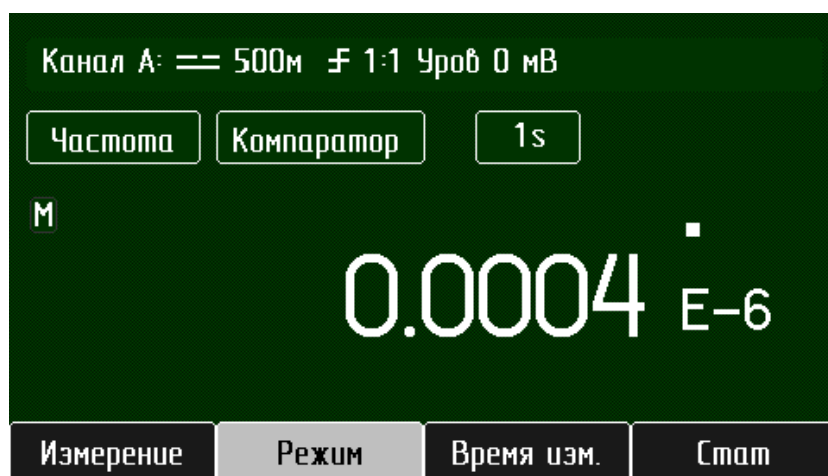

Рисунок 3.23 – Вид экрана для режима "Компаратор"
- **"Режим"** - режим измерения "Компаратор" (рисунок 3.23);